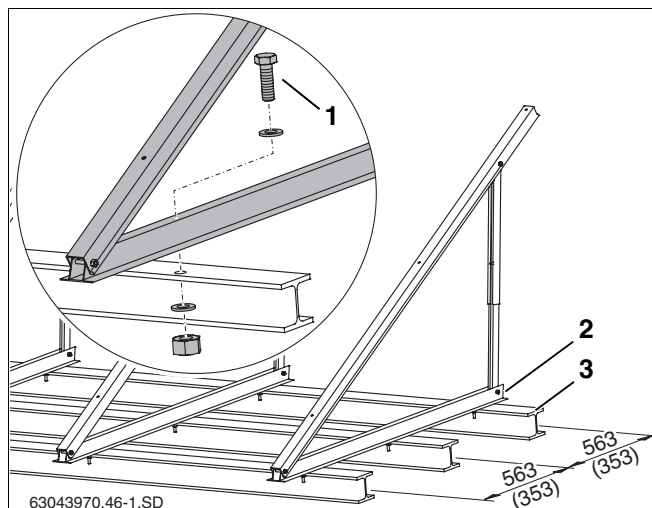

Fig. 26 Sostegni per tetto piano su travi a doppio T, misura in mm (valore tra parentesi = versione orizzontale)
E' possibile assicurare il sostegno per tetto piano con ancoraggi. A titolo di esempio viene descritto il fissaggio su travi a doppio T (fig. 26, **pos. 3**).
- Riportare sulla trave a doppio T le stesse distanze tra i fori presenti sul profilo inferiore (fig. 26, **pos. 2**) e praticare i fori conseguentemente.
- Inserire le viti (vedi tab. 8 e fig. 26, **pos. 1**) attraverso i profili e le travi a doppio T e serrarle con dadi e rondelle.